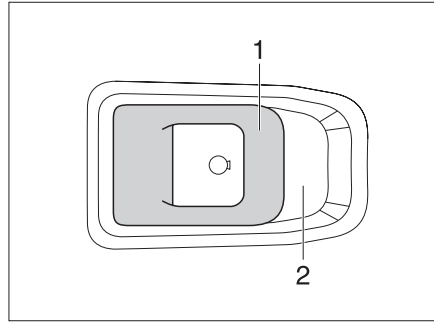

Fig. 45 Serratura della porta di ingresso, lato interno
*Apertura:* ■ Tirare la maniglia (Fig. 45,1).
*Bloccaggio:* ■ Spingere la maniglia (Fig. 45,1) nell'impugnatura (Fig. 45,2).